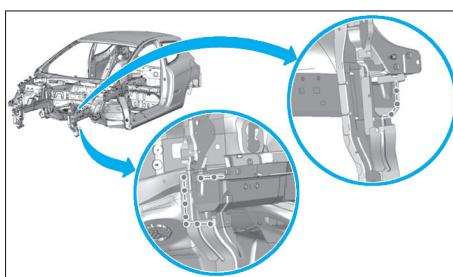

FIG. 2
- Préparer les zones d'accostage des pièces à assembler (Fig.2).